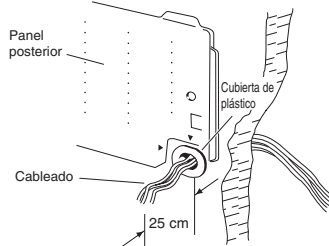

Fig. 3-50
- (3) Introduzca el cableado entre unidades en el tubo de PVC que atraviesa la pared. Introduzca los cables de alimentación en la habitación, dejando aproximadamente 25 cm desde la superficie de la pared. (Fig. 3-50)